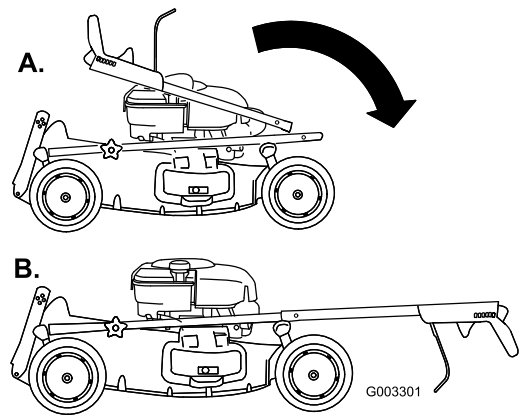

Figura 4
2. Mueva con cuidado el manillar superior hacia adelante y coloque los extremos sobre el manillar inferior de manera que queden alineados y encajados (Figura 4).